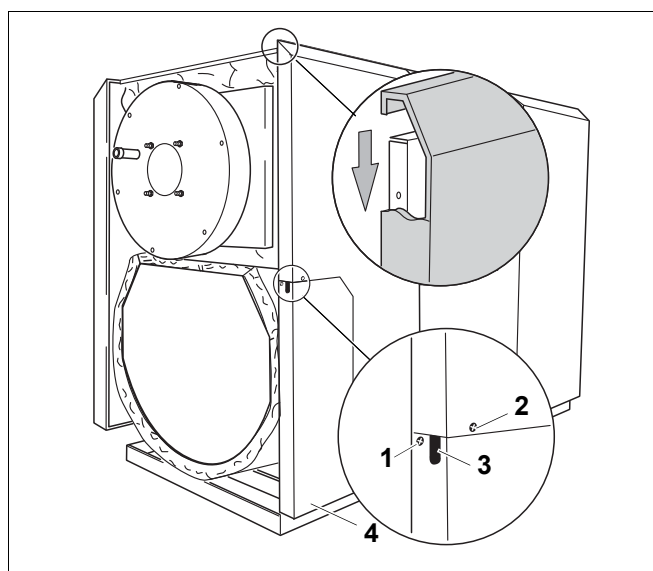

Рис. 15 Установка боковых стенок сверху
- Приподнимите боковые стенки и навесьте отбортовкой на боковые траверсы (рис. 15).
- Уложите кабель горелки в проход (рис. 15, **поз. 3**) маленькой боковой стенки (рис. 15, **поз. 4**).
- Вставьте сбоку и снизу маленькие боковые стенки (рис. 15, **поз. 4**).
- Закрепите боковую стенку 1 саморезом (рис. 15, **поз. 2**) к средней траверсе и затяните винты средней траверсы.
- Закрепите маленькие боковые стенки (рис. 15, **поз. 4**) 2 саморезами (рис. 15, **поз. 1**) спереди.
Экспликация к рис. 15